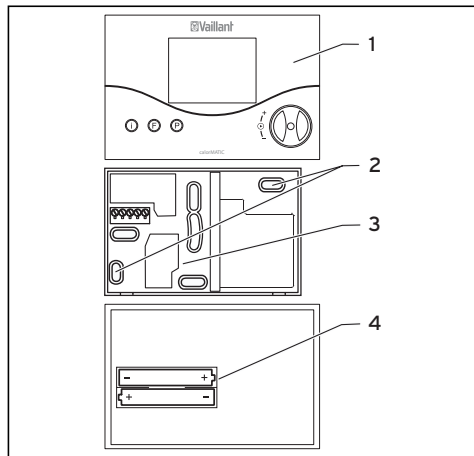

Abb. 9.2 Montage des Raumtemperaturreglers
- Legen Sie die beiliegenden Batterien in das auf der Rückseite des Reglers befindliche Batteriefach (Abb. 9.2, Pos. 4) ein. Achten Sie dabei auf die richtige Polung der Batterien.